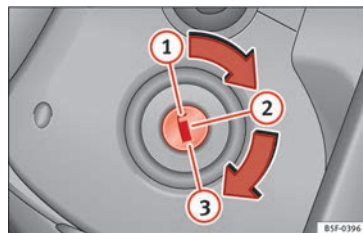

Fig. 173 Posizioni della chiave di accensione.
In questa posizione » **fig. 173** sia il motore che il quadro sono spenti e si può inserire il bloccasterzo.
- Girare la chiave fino alla posizione » fig. 173 . La spia  si accenderà nel caso di preincandescenza del motore.
- Girare la chiave fino alla posizione » **fig. 173 ①.**